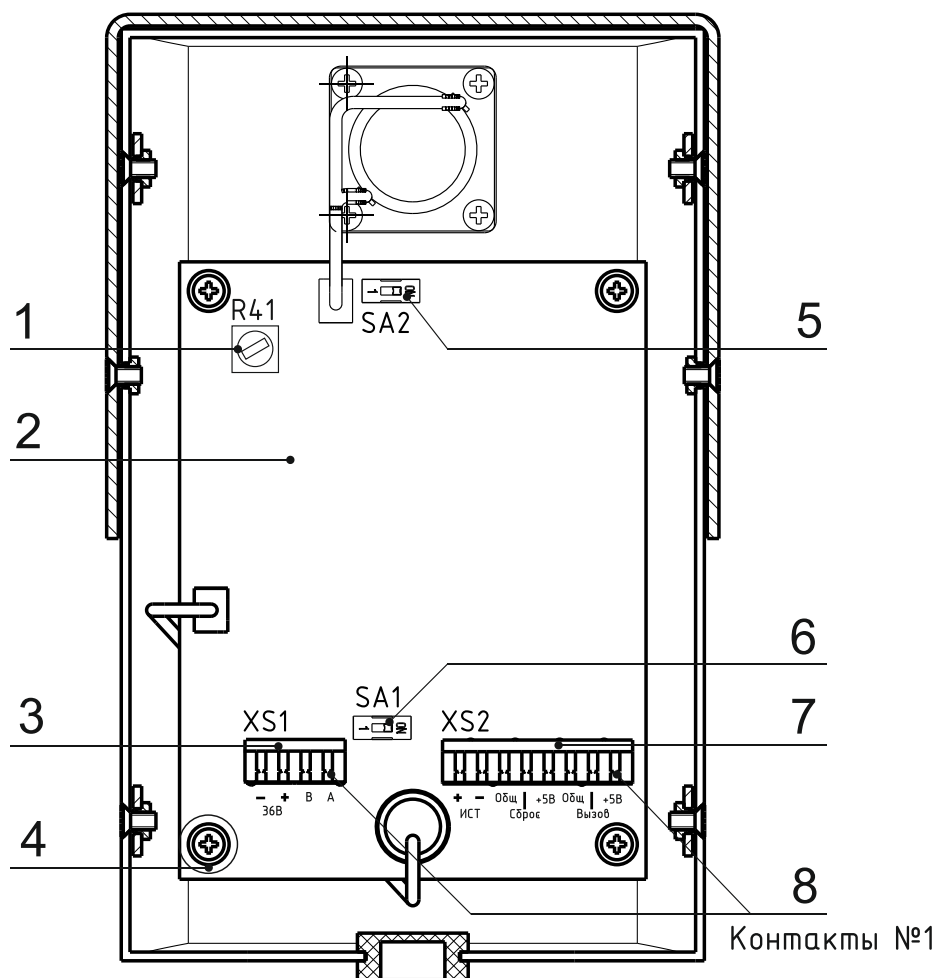

Рис. 2. Вид на АВУ со снятой задней крышкой.
4). Подключите к разъему XS1 (рис. 2, поз. 3) линию связи с ЛБС и другими АВУ системы. При наличии на одной линии нескольких АВУ, они подключаются к линии связи с ЛБС последовательно, соединений типа «звезда» на одной линии не допускается. Схема подключения указана в приложении 1.
5). Подключите под винт рис. 2, поз. 4. экранирующие оплетки линий связи с ЛБС и другими АВУ.
6). Включите согласующие резисторы у последних АВУ в каждой линии связи с ЛБС. Для включения резистора переведите переключатель SA1 (рис. 2, поз. 6) в положение «ON». Переключатель должен быть включен только у одного, последнего АВУ в каждой линии, у остальных АВУ он должен быть выключен.
7). Проконтролируйте положение переключателя SA2 (рис. 2, поз. 5), отвечающего за сброс адреса АВУ. Для нормальной работы АВУ он должен быть выключен.
8). Подключите к разъему XS2 (рис. 2, поз. 9) светозвуковое табло, устройство вызова помощи для МГН и устройство сброса. Схема подключения приведена в приложении 2.
При изменении конфигурации системы или установке в систему ранее использованного АВУ, необходимо выполнить сброс его адреса АВУ на заводской (по умолчанию). После сброса адреса возможно запрограммировать АВУ в систему. Для смены адреса на заводской необходимо: выключить питание ЛБС, к которому подключено АВУ; включить на плате АВУ переключатель SA2 (рис. 2 поз. 5), после этого включить ЛБС (подать питание на АВУ). Адрес АВУ будет заменен на заводской. После этого переключатель SA2 необходимо выключить, а затем запрограммировать АВУ в систему.